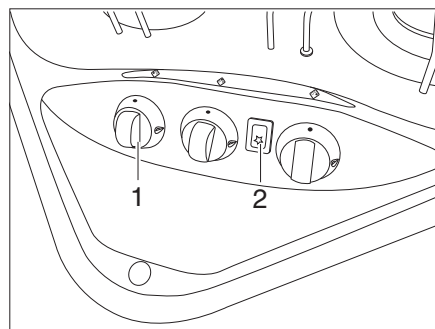
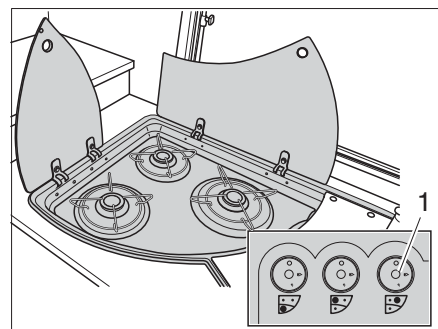

Fig. 133 Elementos de mando para la cocina de gas
Fig. 134 Alternativa: Elementos de mando para cocina de gas
- Girar el regulador giratorio (Fig. 133,1 ó Fig. 134,1) correspondiente al quemador deseado a la posición de encendido (llama alta).
- Si hay una tecla de encendido (Fig. 133,2):